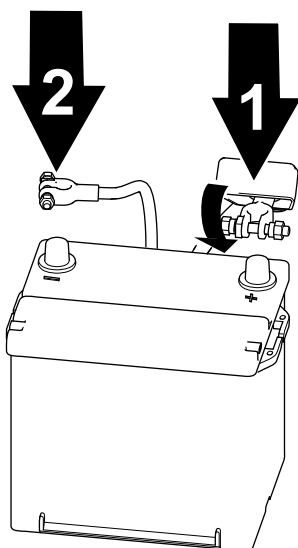

Figure 59
1. Branchez le câble positif de la batterie et serrez l'écrou du collier de la batterie (Figure 59).
2. Branchez le câble négatif de la batterie et serrez l'écrou du collier de la batterie (Figure 59).